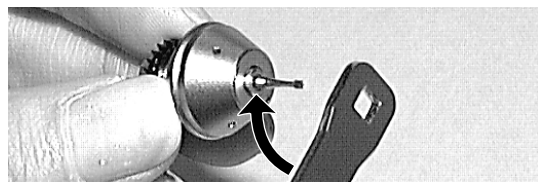

Fig.20
- (7) Son olarak rotor ağıt pulunu test frezine takıp ve rotoru tutarken sıkıca anahtarla sıkınız. (Fig. 20)